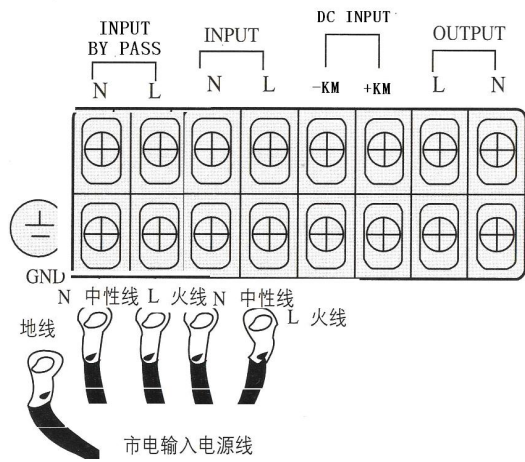

图 3.3 机器配电端子盘
- (2) 打开后板，即可看到电力开关下方的配电端子盘，如图 3.3。